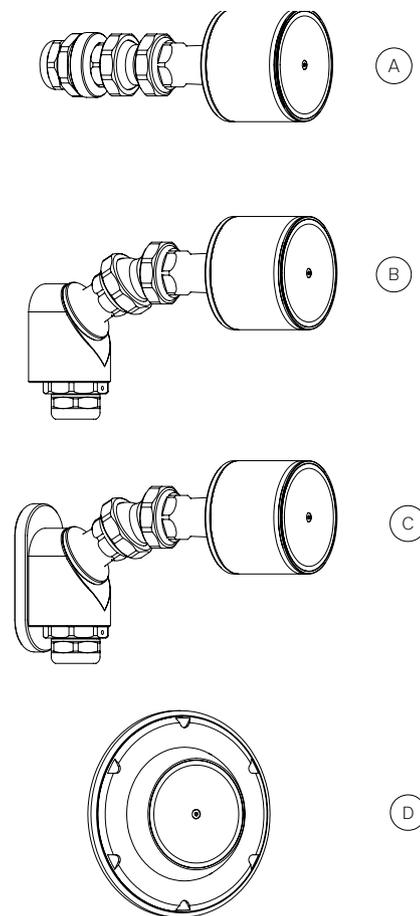

Abbildung 6
- Der Flex-Armhalter (Blecheinbau) (Abb. 6-A) eignet sich am besten für die Installation in eine Blechwand mit direkter Durchführung der Zuleitungen.
- Der Flex-Armhalter (Vorwandmontage) (Abb. 6-B) lässt sich flexibel an Blechwände oder in Vollmaterial montieren, auch dort wo keine direkte Kabelverschraubung durch die Gehäusewandung möglich ist.
- Der Flex-Armhalter (Magnethalter) (Abb. 6-C) eignet sich für eine einfache und schnelle
- Der Kugelkopfhalter (Abb. 6-D, Abbildung ohne Werkzeug und ohne Gegenhalter) ist für den Einbau in eine Blechwand vorgesehen. Aufgrund der flachen und spanabweisenden Konturen neigt dieser Halter zu vergleichsweise geringer Spänenesterbildung. Der Halter verfügt eine kugelförmige Topaufnahme, die ihn mit allen Kamerakopf-Varianten kompatibel macht. Die maximale Neigung beträgt  $\pm 20^\circ$  zur Bohrungsachse. Der Kamerakopf kann mit einer Ausrichtung von  $0-360^\circ$  montiert werden.